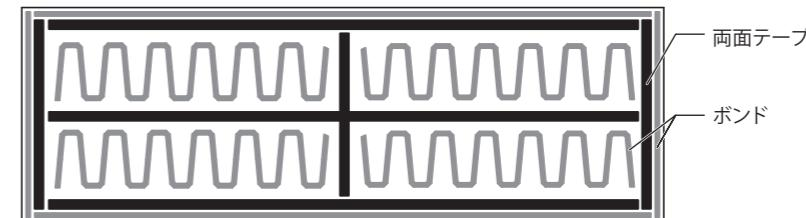

図7 両面テープ貼り付け、接着剤塗布方法
③Belle K-CALへのテープ、接着剤塗布
- Belle K-CAL裏面へ、図7の様に両面テープの貼り付けと接着剤を塗布します。